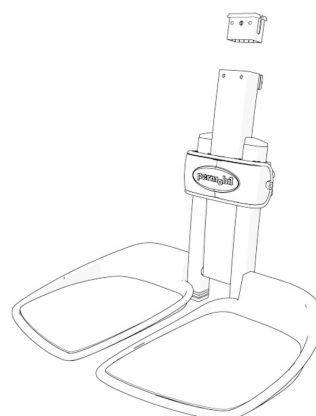

Bild 121. Glidbussningen i benstödet nedre del.
5. Demontera glidbussningen i benstödet nedre del, använd lämpligt verktyg för att samtidigt trycka in bussningens låsklackar som befinner sig i hålen strax nedanför benstödet övre kant. Se bild. 121.
1. Montera glidbussningen i benstödet nedre del, försäkra dig om att bussningens låsklackar fixeras i hålen på benstödet. Se bild. 121.